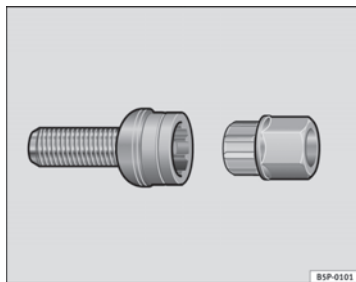

Fig. 183 Tornillo antirrobo de la rueda
- Coloque el adaptador hasta el tope en el tornillo antirrobo de la rueda ⇒ fig. 183.